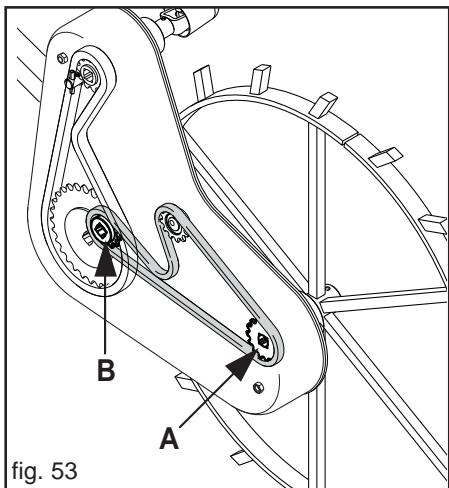

fig. 53
- El funcionamiento correcto del dosificador depende principalmente de las ruedas de cadena introducidas en la caja de transmisión de la rueda de transmisión, como indicados en la tabla (véase Tabla 5 «A-B» Fig. 53).